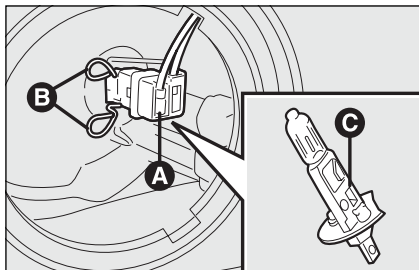

fig. 22
- maak de stekker **A-fig. 22** los;
- haak de borgveer van de lamp **B-fig. 22** los;
- trek de lamp **C-fig. 22** uit de houder en vervang hem;